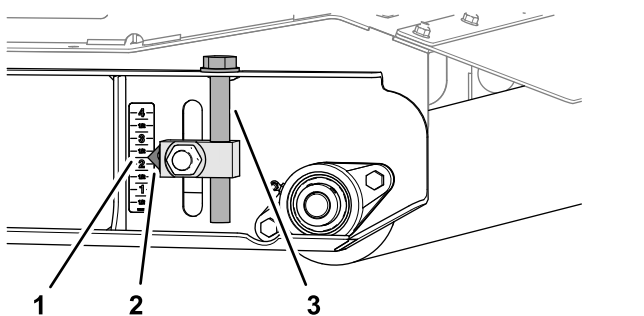

Figura 77
5. No rolo traseiro, levante os ajustadores da altura de corte esquerdo e direito até à marca de 2-1/4 pol. no autocolante (Figura 77).